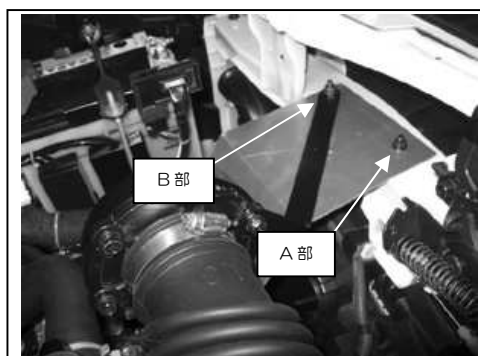

図3
- ①エアガイドを車両へ取り付けます。
- ②A部は、車両側フレームの下側へワッシャー大を挟み、付属のM6×20、M6 ナットを使用します。(図3参照)